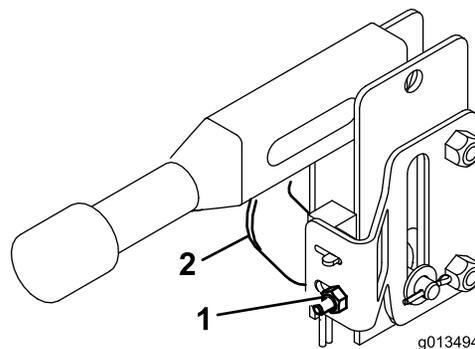

Figura 25
5. Allentate i (2) dadi che fissano il microinterruttore di sicurezza del freno alla staffa del sensore del freno (Figura 25).
6. Regolate il microinterruttore del freno fino a quando la distanza tra il microinterruttore e il braccio della leva del freno di stazionamento non è pari a 1,5 mm. $\pm 0,030$. (Figura 25). Serrate i dadi di fissaggio del microinterruttore.